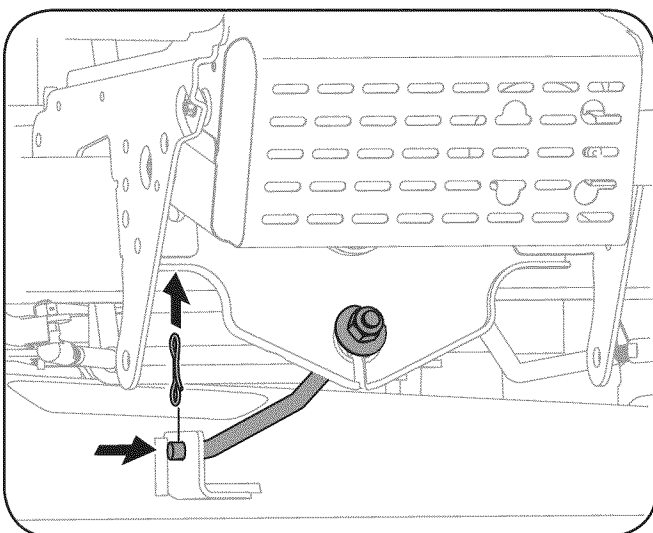

Figura 7-5
11. **El 42 "& 46" Cubiertas:** Retire la pajarita chaveta garantizar la barra estabilizadora de cubierta a cubierta. Deslice la barra de levantar la cubierta de la soldadura de montaje en la cubierta como se ve en la Figura 7-5.